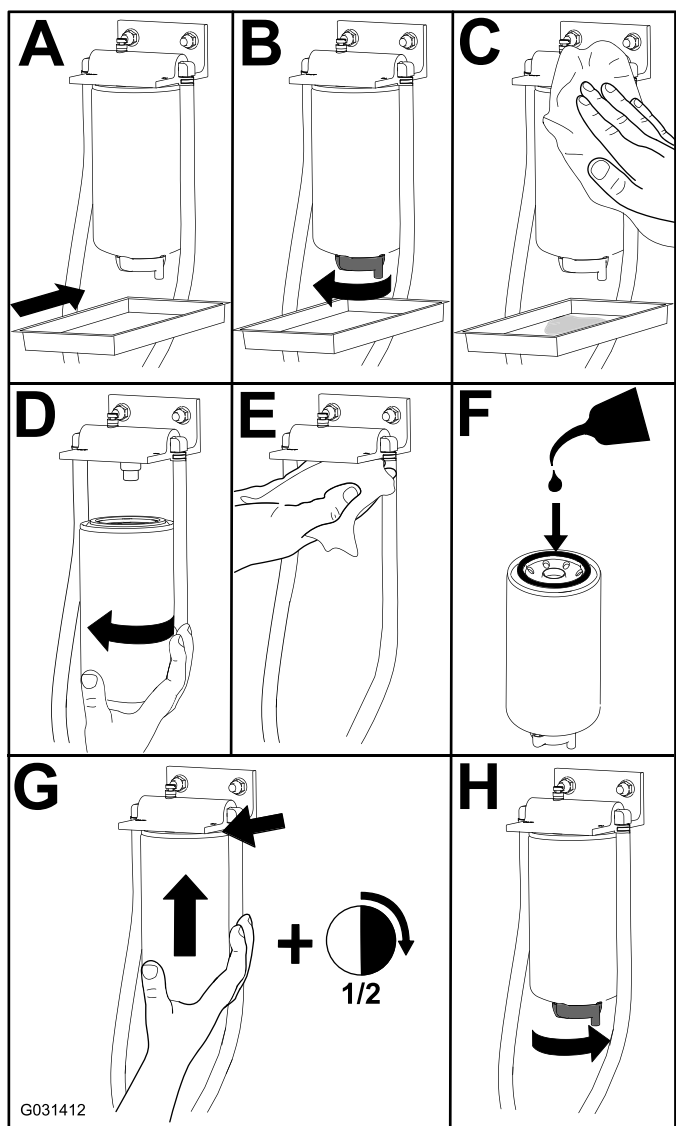

Figura 84
1. Sustituya el filtro tal y como se muestra en la Figura 84.